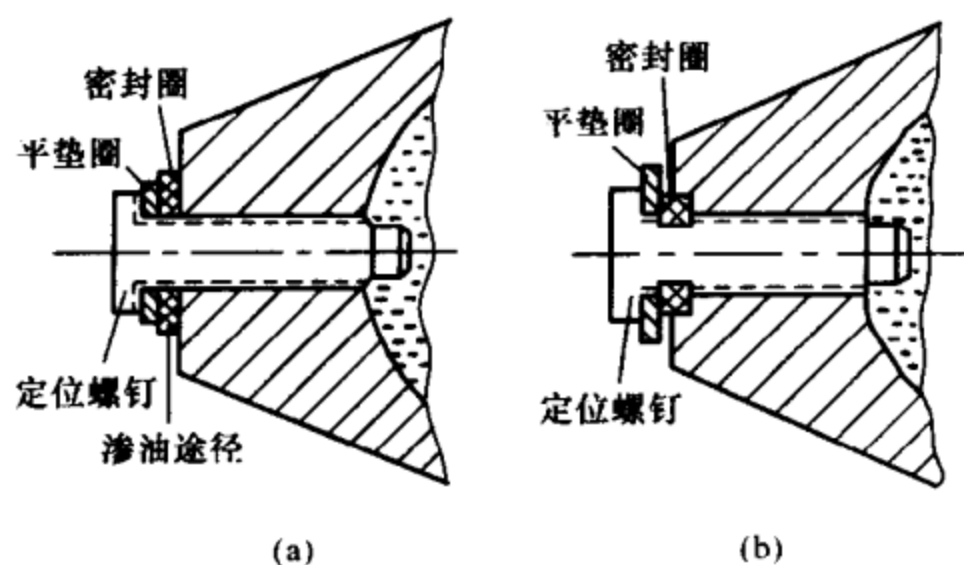

图 1-55 基座中部定位螺钉示意图
(2) 阻尼器部位。由阻尼器、密封圈及 4 颗螺丝组成。如基座下侧止口与阻尼器密封圈配合不当，或 4 颗螺丝上得不均匀，都将造成渗油现象。在每次检修更换阻尼器内的密封圈时，要求放尽断路器内的油。在装阻尼器前，将止口及基座与阻尼器的接触面和基座上的 4 个螺孔，都要抹净油迹。因放油时有少量油渗入孔内，如不抹净油迹，待上好阻尼器后，放油时流入螺孔内的少量油将沿螺纹渗爬出来而聚集在 4 颗螺丝头上，形成假渗油（挂油）现象。更换阻尼器的密封圈，如缺乏备件，可采用 4mm 厚的耐油橡胶板加工代用。
(3) 基座中部定位螺钉。首先将基座中部的定位螺孔，原无托位改为有托位，如图 1-55 所示。如螺孔直径 12mm，扩大至 18mm、深 2mm；定位螺钉的加工及油封的加工方法，与放油螺钉加工方法是一样的，可淘汰原有定位螺钉及原有油封。